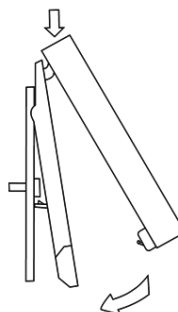

Fig. 51
- Una vez realizada la conexión, coloque el display sobre la parte trasera (Fig. 51).